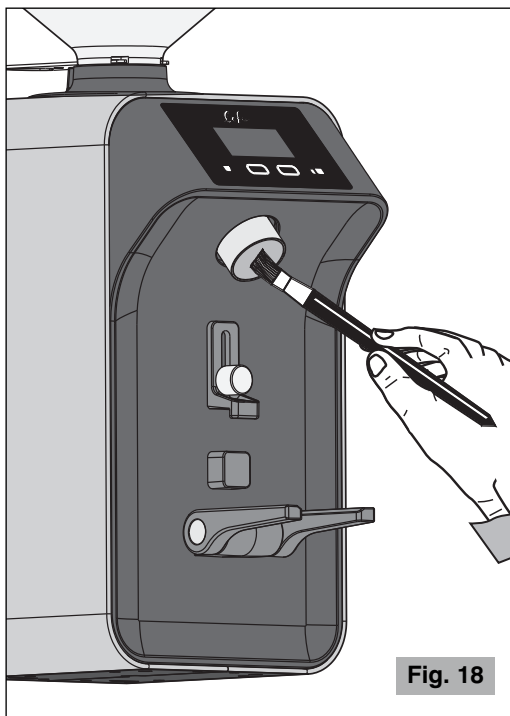

Fig. 18
- Utilizar un cepillo o un pincel (Fig. 18) para limpiar las zonas más escondidas en su interno o un paño seco para las otras superficies.